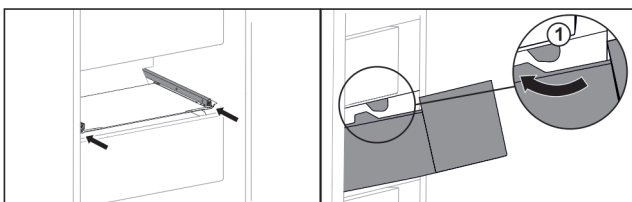

Fig. 100
- ▶ Обведите выдвижной ящик вокруг стопора Fig. 100 (1).